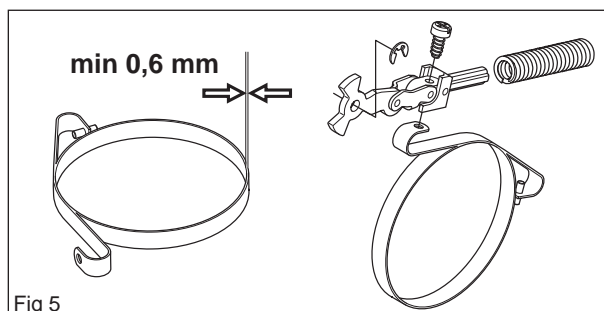
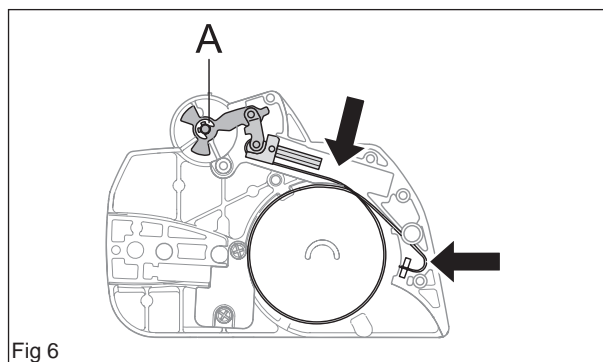

Fig 5
Fig 6
- Mesurer l'épaisseur de la garniture du frein de chaîne. Elle ne doit pas être inférieure à 0,6 mm en aucun endroit (voir la figure 5).
Visser ensemble l'articulation et la graniture de frein (voir la figure 5), au couple de serrage de 1-1,5 Nm. Placer l'articulation avec la graniture de frein dans son évidement dans le carter d'embrayage. Graisser le compartiment du ressort dans le carter. (voir la figure 6)
Verrouiller le dispositif de verrouillage (A) (voir la figure 6).